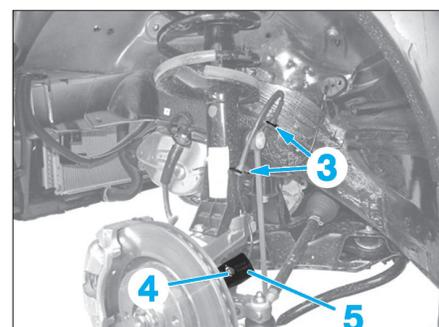

Fig. 29
- Dégrafer les agrafes (3) de fixation du faisceau de capteur de roue (Fig.29).
- la vis (4),
- le protecteur (5) du capteur de roue,